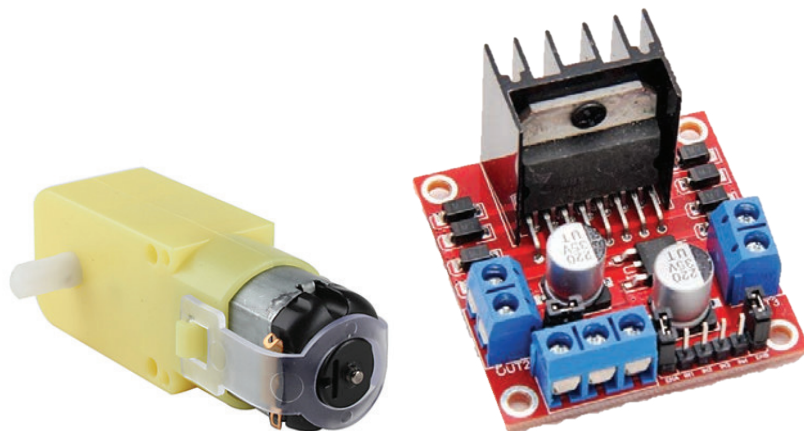

Figura 1.2-58. (Izquierda) Motor de Corriente Continua con reductora acoplada. (Derecha) Placa de alimentación de motores basada en el integrado L298N
- Motor de corriente continua (no contenido en el kit de robótica de BQ). Puede adquirirse en cualquier tienda de electrónica. A veces incorporan una reductora como el de la Figura 1.2-58 izquierda.
- Placa de alimentación de motores basada en un integrado L298N (no contenida en el kit de robótica de BQ). Esta placa se utiliza en cualquier desarrollo con Arduino que necesite alimentar motores de continua o motores paso a paso. Puede adquirirse en tiendas de electrónica o en la web (véase Figura 1.2-58 derecha).